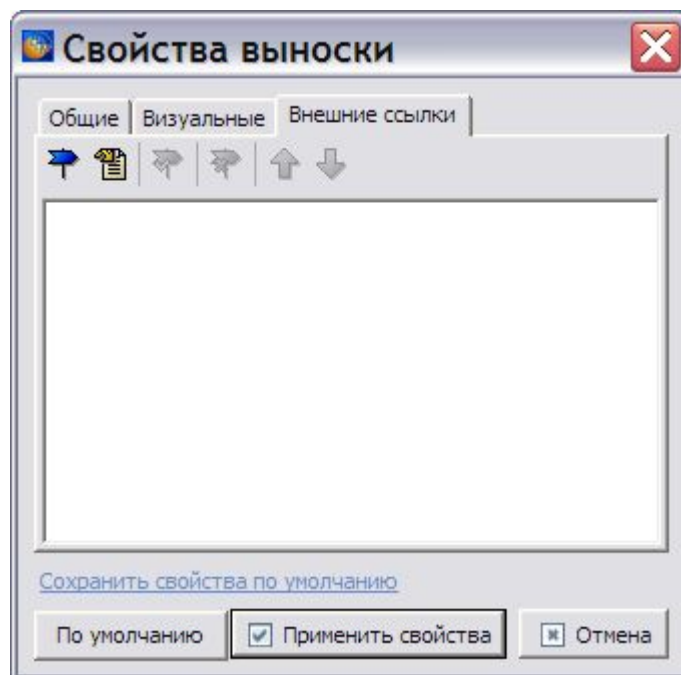
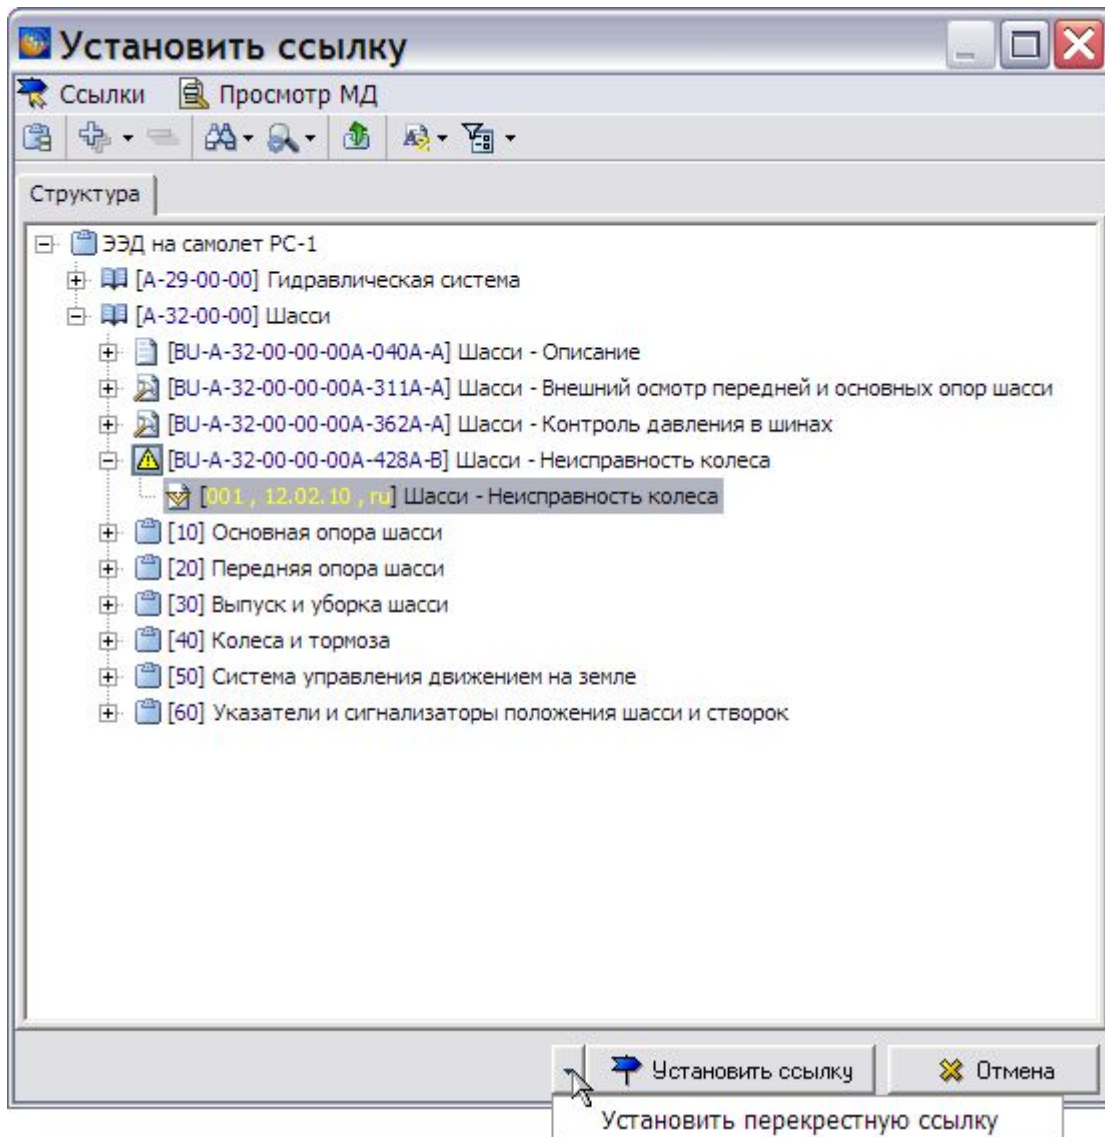

Рис. 3.152
Рис. 3.154
На вкладке **Внешние ссылки** можно установить/снять/изменить внешнюю или перекрестную ссылку для выноски, например на МД с описанием составной части какого-либо агрегата (Рис. 3.152).
3. В окне **Свойства выноски** перейдите на вкладку **Внешние ссылки** (Рис. 3.152).
4. Нажмите на кнопку **Добавить** . После этого откроется окно **Установить ссылку** (Рис. 3.154). (Для установки перекрестной ссылки в окне **Свойства выноски** нажмите на кнопку **Добавить перекрестную ссылку**  - Рис. 3.152).